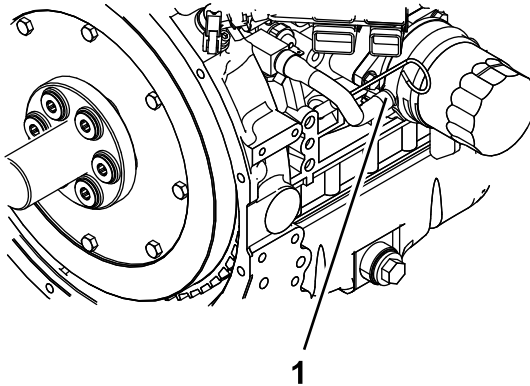

Figura 56
- Retire la manguera de refrigerante del enfriador de aceite y vacíe el refrigerante del bloque motor (Figura 56).